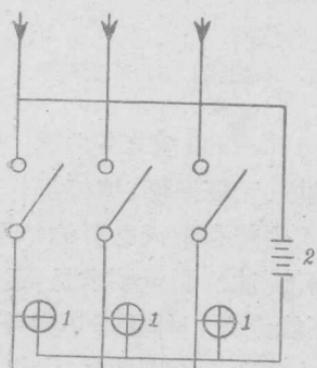

图 7 油开关三触点同时合閘試驗图
2. 如要求三个触点同时合閘,这可以用三个指示灯泡來試驗(见图 7),以通电后三只灯泡同时亮为合格。但是必須注意这个試驗要在停电情况下进行。